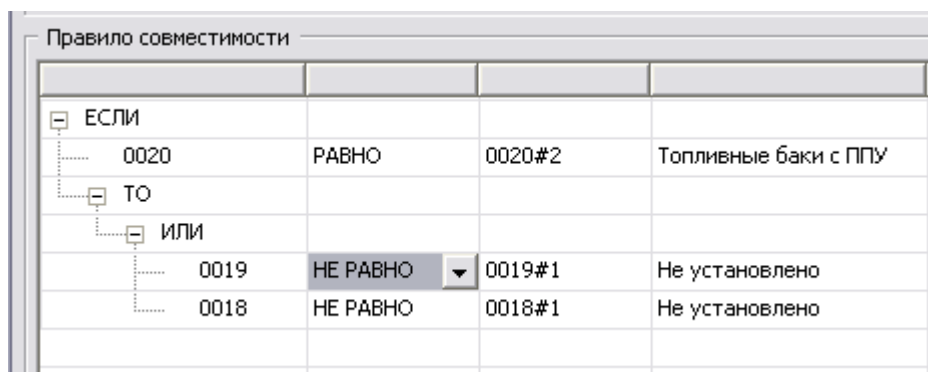

Рис. 38
14. В окне **Перечень опционов в облике** в подразделе «Топливная система» выделите опцион «Дополнительные внутренние топливные баки (у потолка грузовой кабины)» и нажмите на кнопку **Добавить поле**  на панели инструментов левого окна. В таблице **Правило совместимости** появятся введенные данные (Рис. 38).
15. Щелкните по ячейке «РАВНО» и выберите значение «НЕ РАВНО» (Рис. 38).